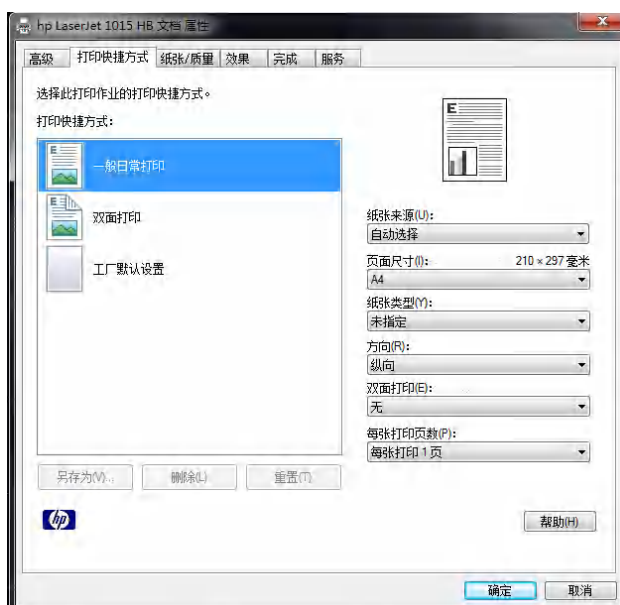

图 3.22 打印属性界面
- 步骤 2.** 配置打印机。选择相应的打印机，如果需要进行特殊配置，可点击属性进行打印机的体配置，如图 3.22 所示。